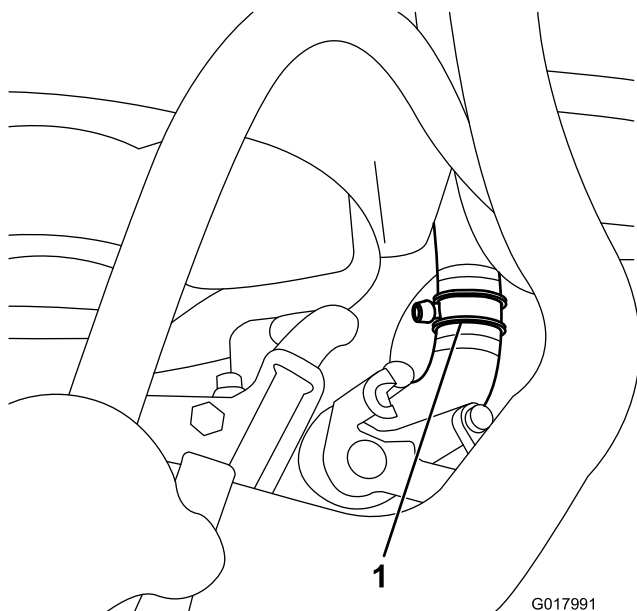

Figura 21
3. Tagliate il flessibile del radiatore inferiore a circa 5 cm dall'estremità del flessibile che va al radiatore (Figura 21).
4. Collegate il raccordo a T a ogni estremità appena tagliata del tubo del radiatore inferiore con 2 fascette stringitubo grandi (Figura 21).